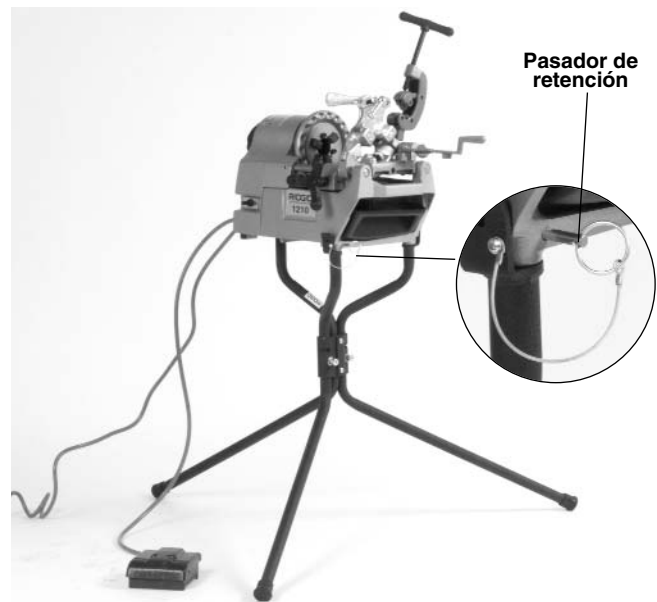

Figura 4 – Roscadora No. 1210 montada sobre el Soporte Modelo 120
- Introduzca el pasador de retención en la base de la Roscadora (como se muestra en el recuadro de la Figura 4). El pasador de retención ayuda a impedir que la máquina se vuelque durante su funcionamiento.